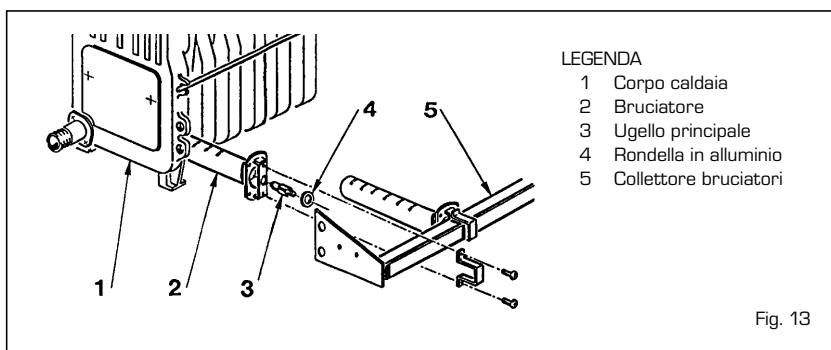

Fig. 13
- Togliere il bruciatore dal collettore porta ugelli ed indirizzare un getto d'aria verso l'interno dei bruciatori in modo da far uscire l'eventuale polvere accumulatasi. Assicurarsi che la parte superiore forata dei bruciatori sia libera da incrostazioni (fig. 13).